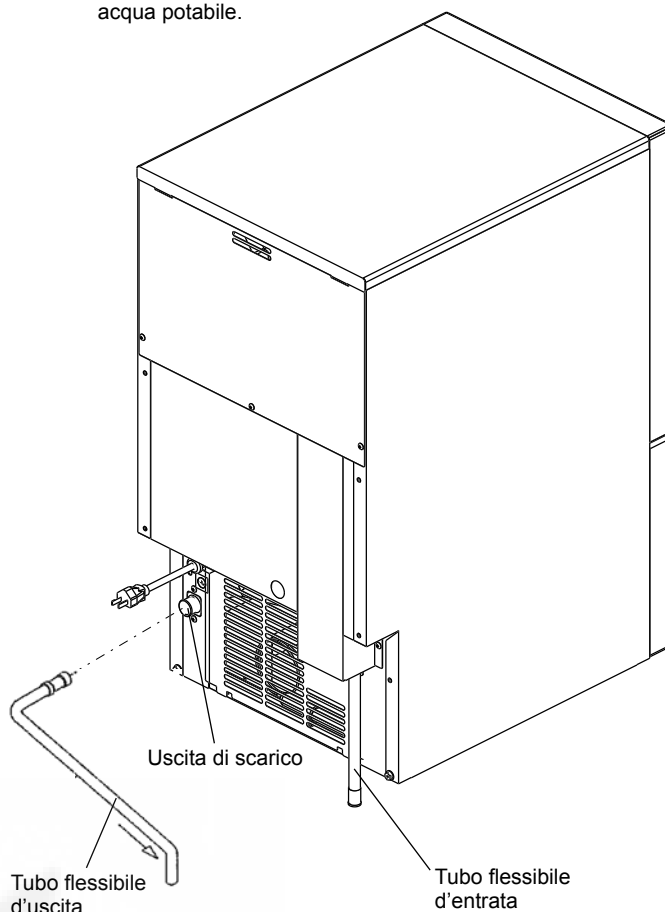

Fig. 3
2) Serrare a mano il tubo di uscita (flessibile grigio, accessori) al raccordo sul retro della macchina come indicato (Fig. 3), facendo attenzione che la rondella di tenuta in gomma sia posizionata in modo corretto, per garantire un accoppiamento a tenuta. Il tubo può essere tagliato alla lunghezza necessaria per adattarsi alla